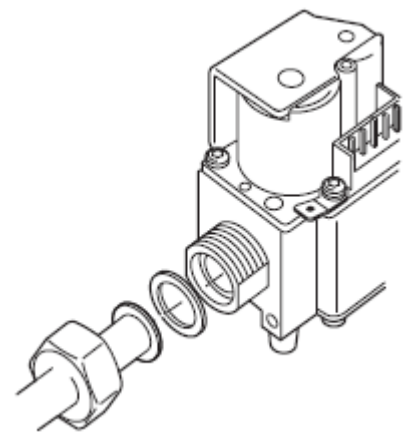

Рис. 4. Наружное резьбовое соединение с гайкой и уплотнительным кольцом
❶ С помощью гайки 1/2" и плоского уплотнительного кольца для 14-мм трубы (рис. 4)
❷ С помощью гайки 1/2" и плоского уплотнительного кольца для 15-мм трубы (рис. 4)
⑤ С помощью гайки 3/4" и плоского уплотнительного кольца для 15-мм трубы (рис. 4)
⑥ С помощью гайки 3/4" и плоского уплотнительного кольца для 18-мм трубы (рис. 4)